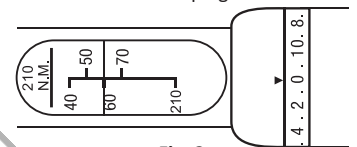

Fig. 2
- La clé dynamométrique est maintenant réglée sur 66 Nm (Fig. 2).